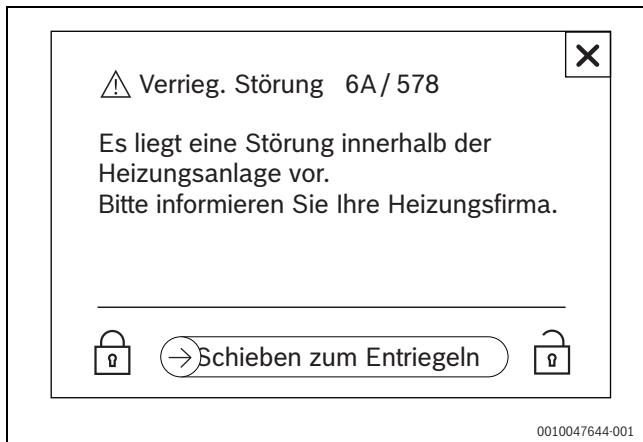

Bild 69 Verriegelnde Störung (Beispiel)
- Entriegelung erfolgt über → Schieben zum Entriegeln (→ Bild 69).